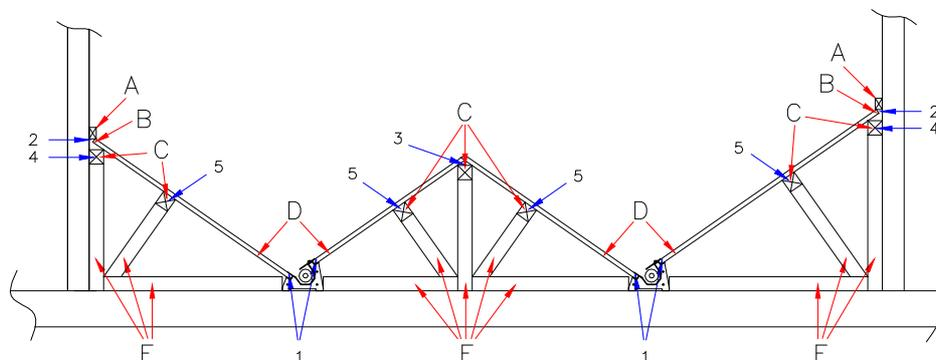

Fig: 3 → Vue depuis le réducteur d'extraction vers le local de stockage
Sur les grands stocks de granulés, une substructure particulièrement conséquente doit être posée dans le local de stockage, pour l'habillage de planches. Veuillez tenir compte de notre recommandation en Fig.3 et faites poser une structure suffisamment résistante par un professionnel. 1 m³ de granulés pèse env. 0,65 t !!!
1. Insérer une lisse ou équivalent pour marquer la descente de 35° dans la rainure pour l'habillage (pos.1) Fig.3 Reporter la hauteur qui en résulte pour la substructure, sur le mur latéral (pos.2) Fig.3 du local de stockage. Mesurer la hauteur nécessaire pour la substructure entre les vis sans fin (pos.3) Fig.3 en insérant respectivement une lisse à gauche et à droite.
2. Visser les sommiers (linteau couché) (pos.4) Fig.3 à gauche et à droite sur le mur du local, à env. 3 cm sous la hauteur de descente marquée.
3. Renforcer les sommiers (pos.4) Fig.3 sur tous les 1,5 m env. à l'aide des linteaux debout. Si l'espace entre la vis d'extraction et le mur devait être supérieur à 1,5 m, alors il faut poser des sommiers avec substructure (pos.5) Fig.3 supplémentaire.
4. Couper les habillages (D) Fig.3 à gauche et à droite de la vis d'extraction par rapport au mur sur env. 3 cm et les monter de manière à ce qu'il reste une petite fente (pos.2) Fig.3 entre eux et le mur. Réaliser l'habillage entre la vis d'extraction de la même manière que sur notre recommandation en Fig. 3.
5. Ne pas visser fermement chaque planche mais visser une latte (A) Fig.3 en travers du mur, sur toutes les planches.